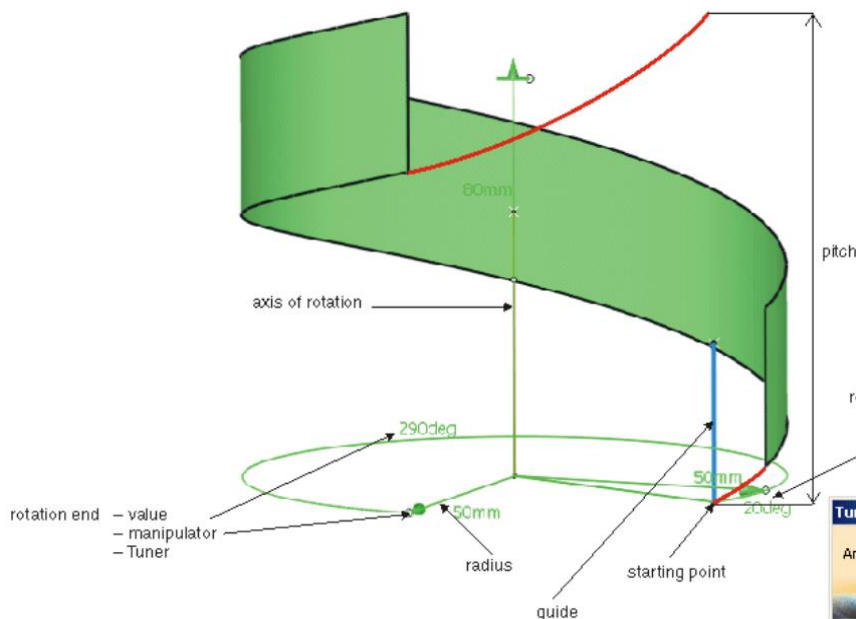

Figura 2.16 Explicación del Pitch.
- **Pitch (Paso):** distancia entre los puntos inicial y final del desplazamiento a lo largo del eje después de una revolución completa (360°). Puede medirse tanto en unidades de longitud como en ángulo. En la *Figura 2.16* se ve un ejemplo donde se muestra: